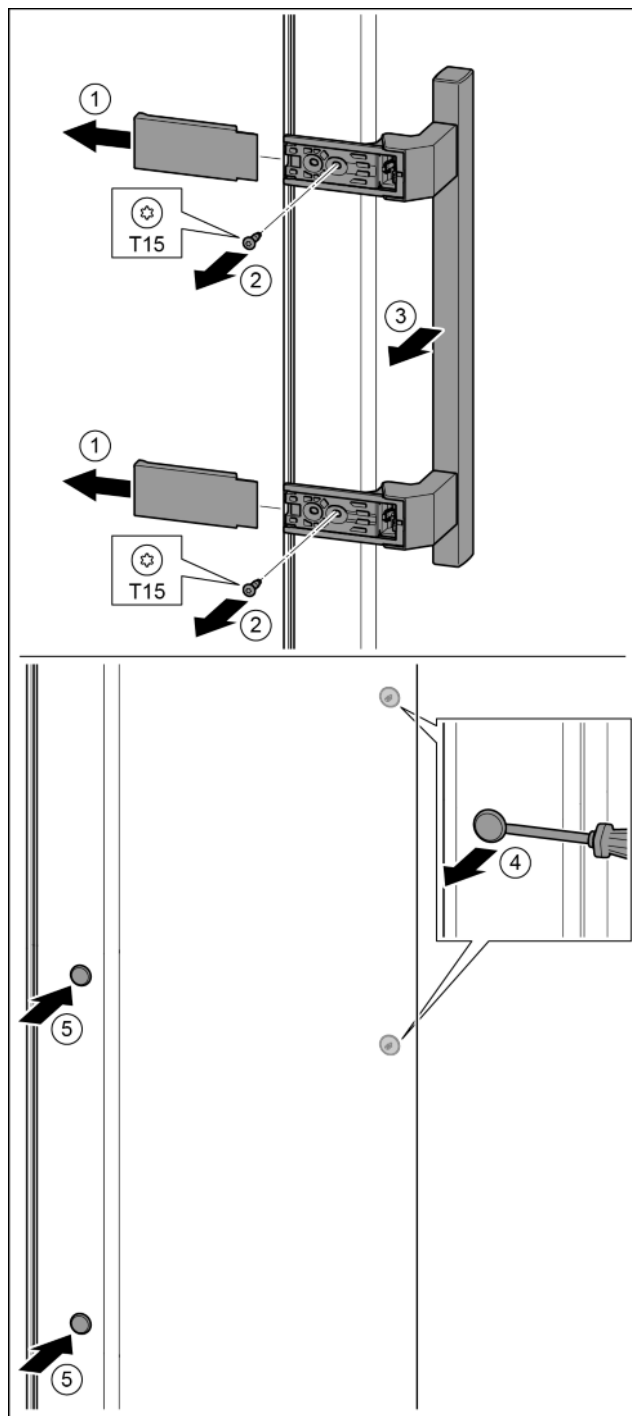

Fig. 32
- Снять крышку. Fig. 32 (1)
- Выкрутить винты отверткой T15. Fig. 32 (2)
- Снять ручку. Fig. 32 (3)
- Осторожно приподнять шлицевой отверткой боковые заглушки и вынуть их. Fig. 32 (4)
- Заглушки снова вставить с другой стороны. Fig. 32 (5)